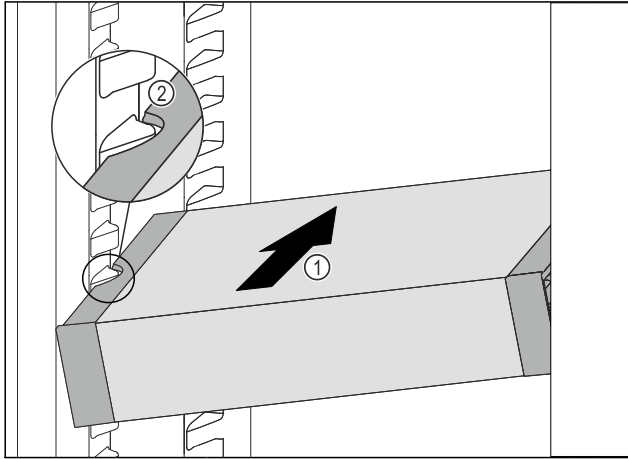

Fig. 200
- ▶ 将 VarioSafe 斜插入冷藏区中 Fig. 200 (1)，直至 VarioSafe 的侧部凹槽 Fig. 200 (2) 与冷藏区中的容器肋梁持平。